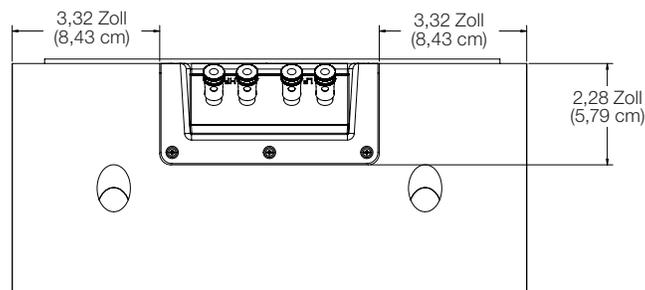

Abbildung 13
**HINWEIS:** Abbildung 13 ist eine Ansicht des Endklemmenfelds der rückseitigen Box mit den Abmessungen, die als Richtlinien zum Aussägen des Lochs oder der Löcher im Trockenbaurahmen dienen, die als Kabeldurchführung zu den Klemmen des SCL-2 erforderlich sind.